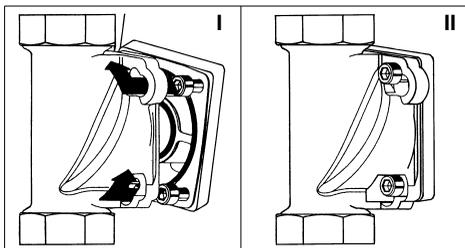

Abb. 4: Einbaudrehflansch mit Bajonett
- Die Köpfe der vier Inbusschrauben M6x25 durch die Bajonettbohrungen am Einbaudrehflansch stecken (siehe Abb. 4 I).
- Die Dosierpumpe im Uhrzeigersinn bis zum Anschlag drehen (siehe Abb. 4 II).